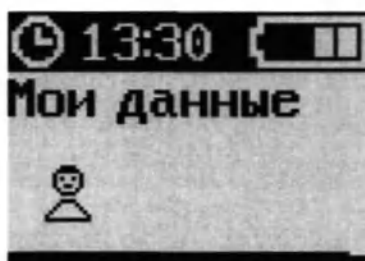

Рисунок 164 – Экран «МОИ ДАННЫЕ»
2. Кнопками «ВВЕРХ» и (или) «ВНИЗ» выбрать пункт меню «МОИ ДАННЫЕ» (рисунок 164).